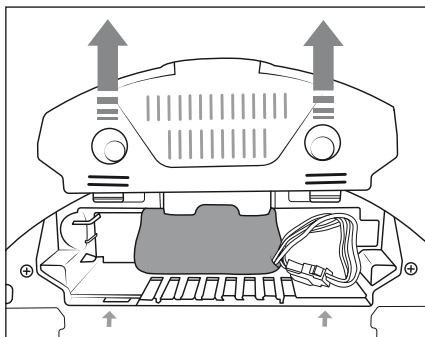

Fig. 13
- 1) Retire la cubierta del compartimento de la batería **15** del aparato (consulte la fig. 13).